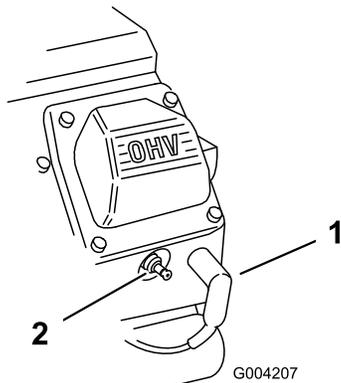

図 49
- 点火プラグのコードが抜けているのを確認する(図 49)。
3. 点火コードを取り付ける(図 49)。